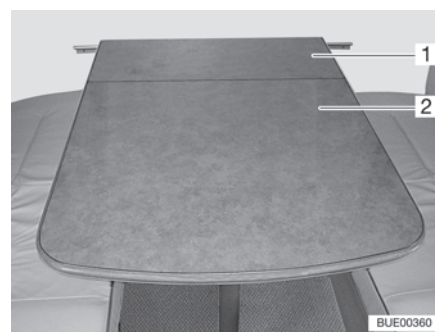
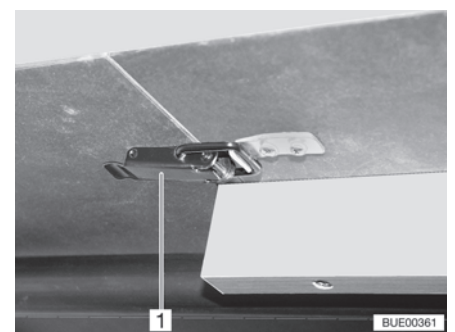

Fig. 94 Prolongación de mesa insertable
Fig. 95 Cierre
- Abrir los cierres (Fig. 95,1).
- Levantar ligeramente por delante el tablero de la mesa (Fig. 94,2) y extraer hasta el tope.
- Colocar la prolongación de la mesa (Fig. 94,1) y asegurarla con el cierre (Fig. 95,1).
- Retirar la prolongación de la mesa (Fig. 94,1) y dejarla a un lado.